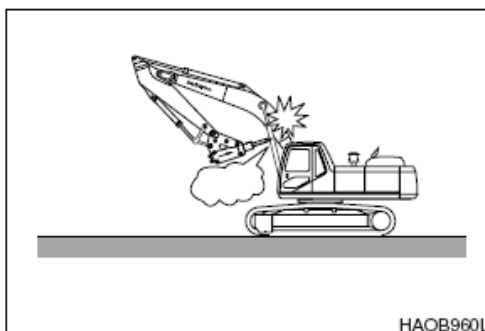

Figura 77
9. Cuando vaya a transportar la máquina o a estacionarla, NO cierre la punta del martillo aproximándola al área del boom. Consulte Figura 77.